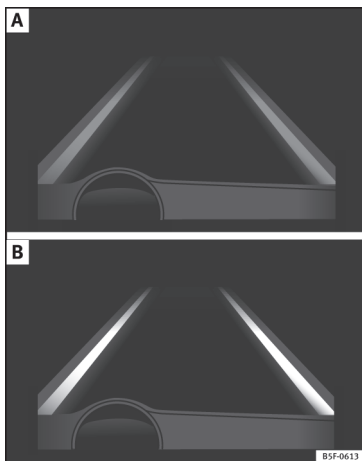

Fig. 203 Sul display del quadro strumenti: indicazione sul display del dispositivo di assistenza per il mantenimento della corsia (esempio 1).
- Il dispositivo è attivato ma non è disponibile, perché non è stato raggiunto il limite minimo di velocità o perché non viene rilevata la segnaletica della corsia » **fig. 203 A**.
questo momento non sta correggendo la traiettoria » **fig. 203 B**.